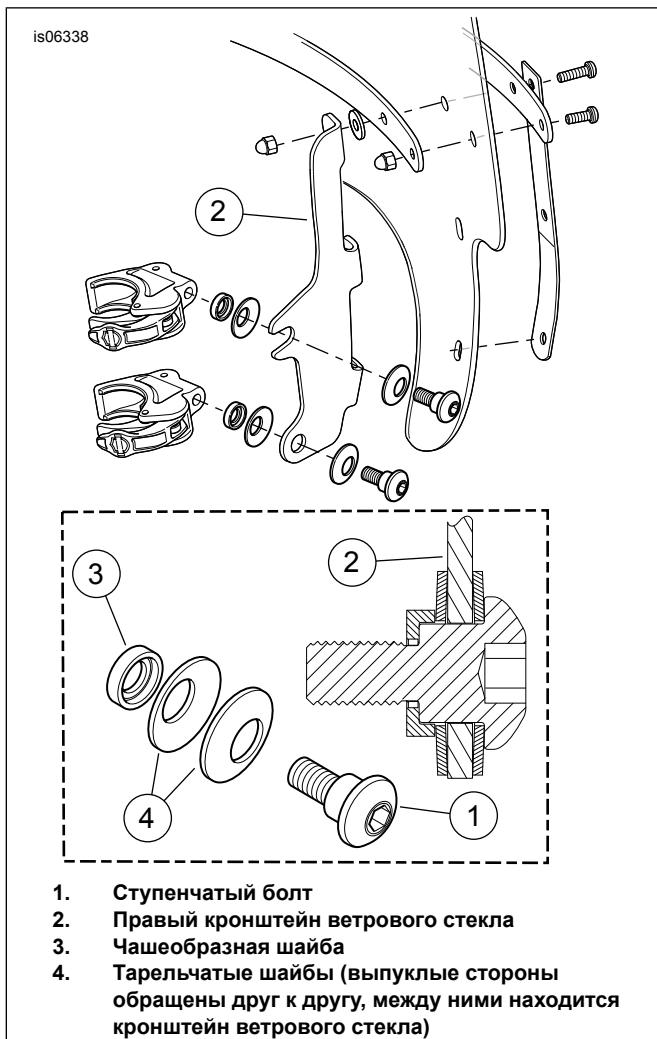

Рисунок 1. Монтажные зажимы ветрового стекла (показана правая сторона)
3. Свободно установите узлы зажимов на монтажные кронштейны ветрового стекла в последовательности, указанной здесь: Рисунок 1.